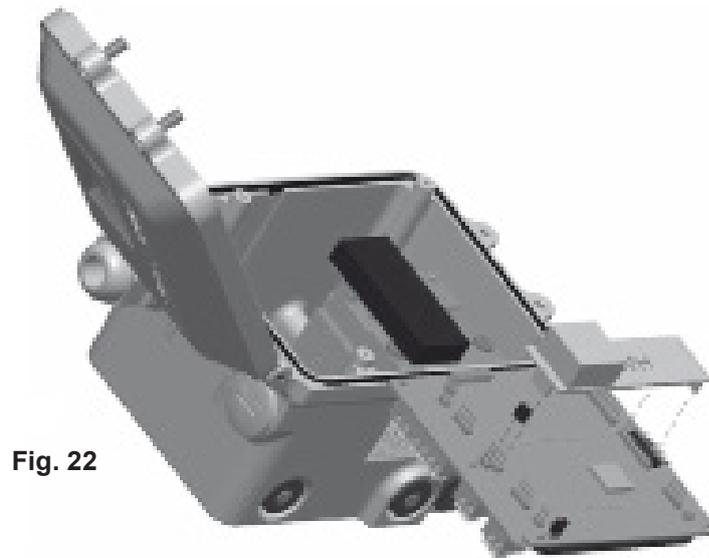

Fig. 22
- Insérer le circuit optionnel HART® comme montré sur la Fig. 22.